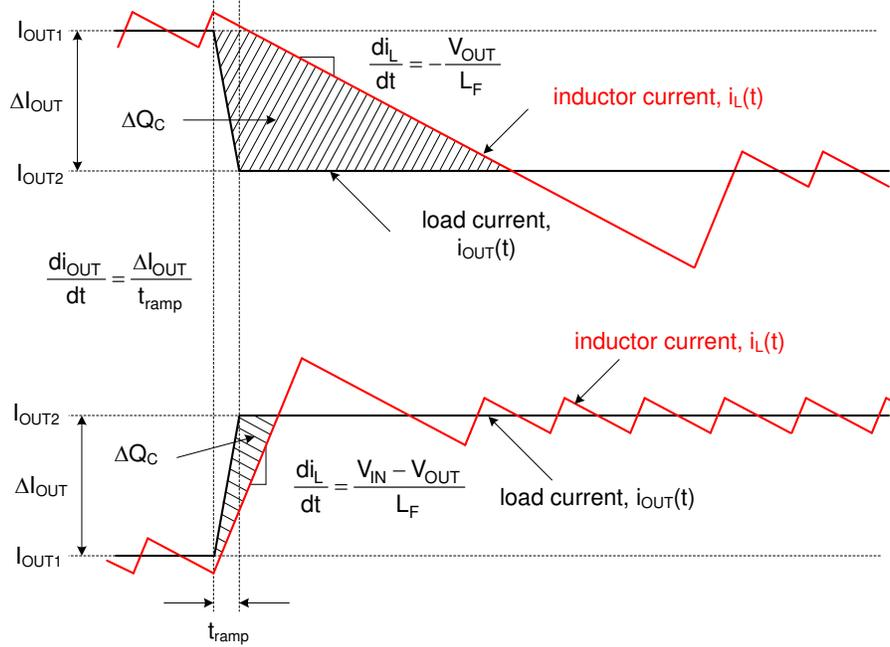

图 7-1. 显示  $C_{OUT}$  电荷过剩或不足的负载瞬态响应表示
**图 7-1** 从概念上展示了负载升压和负载降压转换期间的相关电流波形。如图所示，当电感电流增加以与负载瞬态后的新负载电流电平保持一致时，电感电流的大信号压摆率会受到限制。此压摆率限制加剧了输出电容器中的电荷不足，该不足必须在负载升压瞬态期间及之后尽快进行补充。同样，在负载降压瞬态期间以及之后，电感电流的压摆率限制会使输出电容器中的电荷过剩加剧，而这些过剩的电荷必须尽快消耗掉。